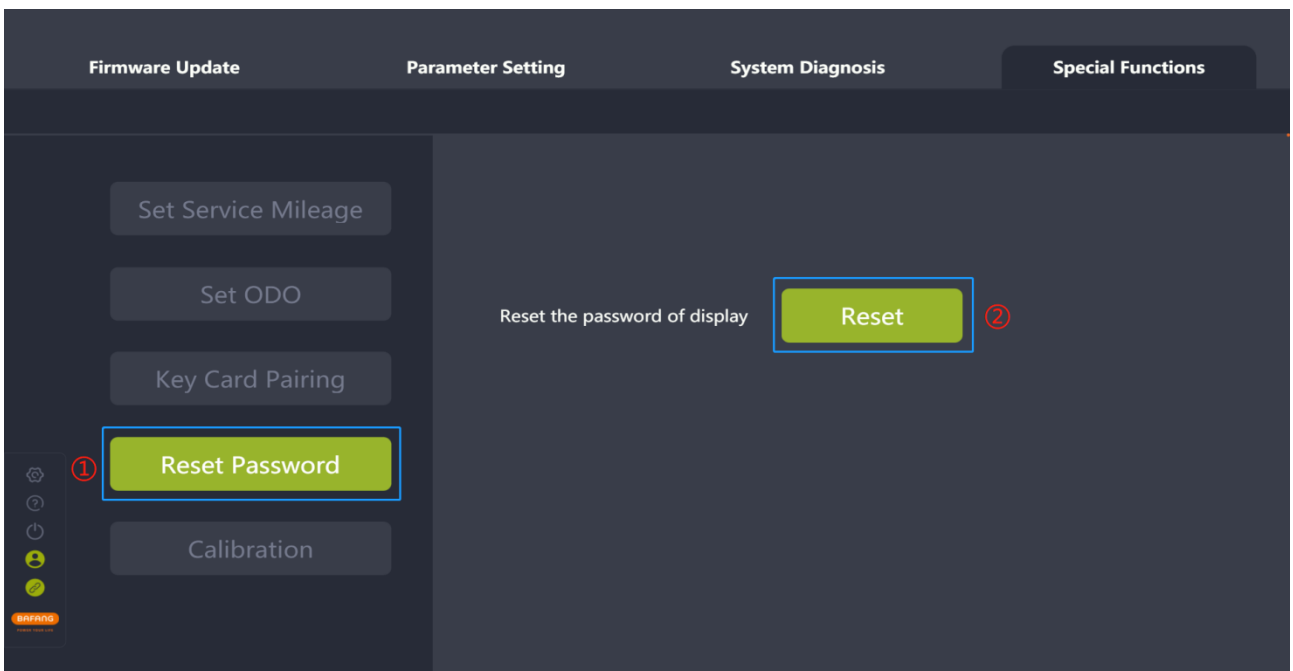

图 7-5 开机密码重置
- (1) 将 BESST 工具箱连接仪表（提前确认仪表支持此功能），如支持，选择“开机密码重置”；
- (2) 点击“重置”按钮，恢复到出厂密码，具体参见对应仪表规格书（如图 7-5）。